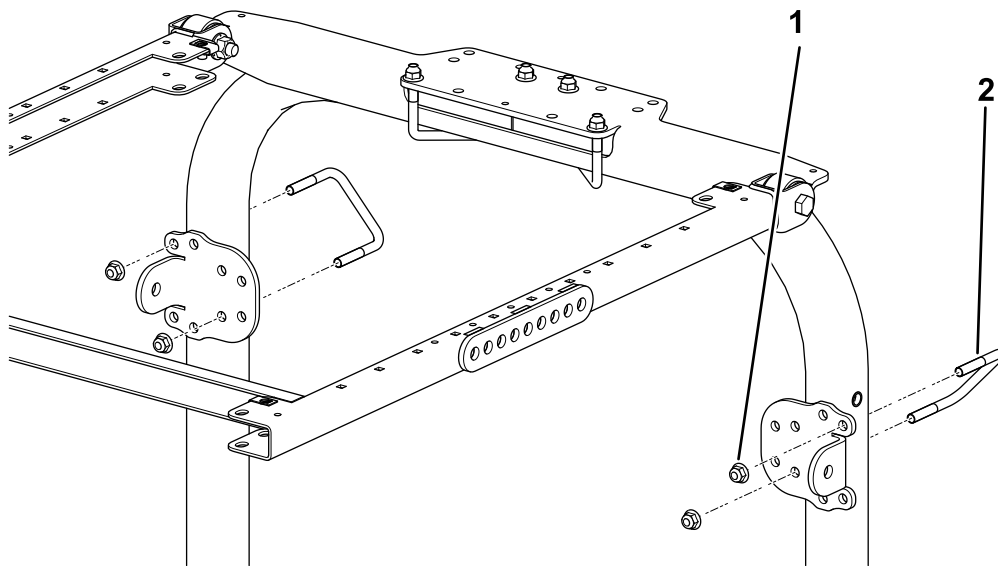

Bild 44
4. Befestigen Sie jede Strebenhalterung lose mit einem U-Bügel ($3\frac{7}{8}$ " x $2\frac{3}{4}$ ") und zwei Bundmuttern in den in Bild 44 abgebildeten Befestigungslöchern an den Streben des Überrollbügels.